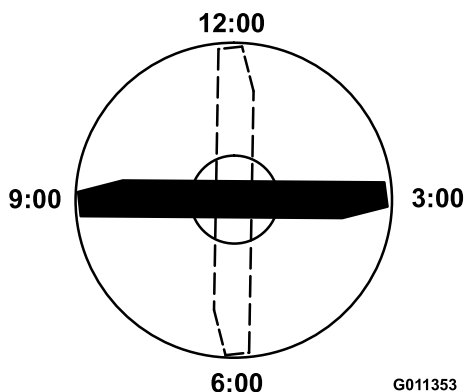

Figure 62
4. Positionnez le tranchant de l'extrémité marquée à la position 12 heures (droit devant dans la direction de la tonte) (Figure 62) et mesurez la hauteur de la surface plane au tranchant de la lame.
5. Tournez l'extrémité marquée de la lame aux positions 3 et 9 heures (Figure 62) et mesurez les hauteurs respectives.